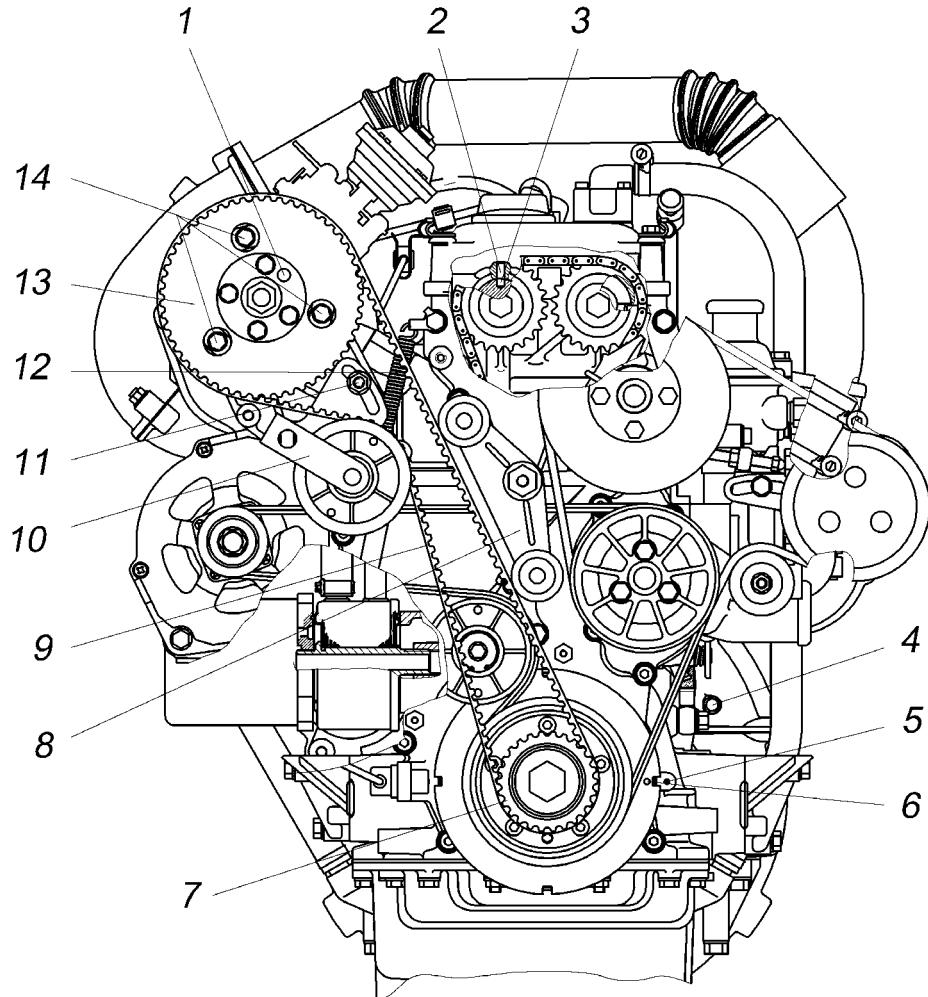

Рисунок 42 – Расположение меток и отверстий под штифты для замены ремня привода ТНВД:
2. Установить поршень первого цилиндра в ВМТ такта сжатия, зафиксировать положение коленчатого вала, снять ремень привода ТНВД и зафиксировать шкив ТНВД штифтом (выполнить п. 2-5 методики замены ремня привода ТНВД). Снять коромысло с успокоительными роликами 8 (Рисунок 42).
2. Ослабить гайку 11 (Рисунок 42) крепления натяжного ролика зубчатого ремня. Ремень натягивается автоматически усилием натяжной пружины 12.
7. Проверить крепление ТНВД к переднему кронштейну (болты 14, Рисунок 42) и задней опоре. Ослабление креплений не допускается. Момент затяжки болтов 14 крепления ТНВД к передней опоре, болта и гайки крепления к задней опоре 15,7...19,6 Н·м (1,6...2 кгс·м).
Для этого нужно повернуть коленчатый вал с помощью специального ключа ЗМ 7812-4645 до совпадения метки 6 на роторе датчика положения коленчатого вала (Рисунок 42) с указателем ВМТ 5 на крышке цепи и зафиксировать его положение с помощью технологического установочного штифта ЗМ 7820-4582 (Приложение А), установив его в отверстие 4 блока цилиндров, при этом штифт должен зайти в паз маховика. Убедиться в совпадении отверстия в первой шейке впускного распределительного вала и отверстия в передней крышке распределительных валов 2 и 3 (смотреть через маслозаливную горловину крышки клапанов). В случае несовпадения отверстий вынуть штифт, повернуть коленчатый вал на 360° до совпадения отверстий и зафиксировать это положение штифтом, что будет соответствовать положению поршня первого цилиндра в ВМТ такта сжатия.
6. Ослабить гайку крепления ТНВД к задней опоре 11 (Рисунок 5) и болты 14 (Рисунок 42) крепления ТНВД к переднему кронштейну и зафиксировать насос в среднем положении относительно пазов в кронштейне, при этом болты не затягивать.